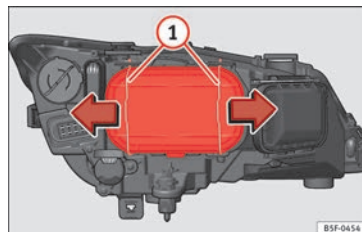

Fig. 103 Feux de croisement.
- Déplacez les tirants » » » fig. 103 ① dans le sens de la flèche puis retirez le cache. » »